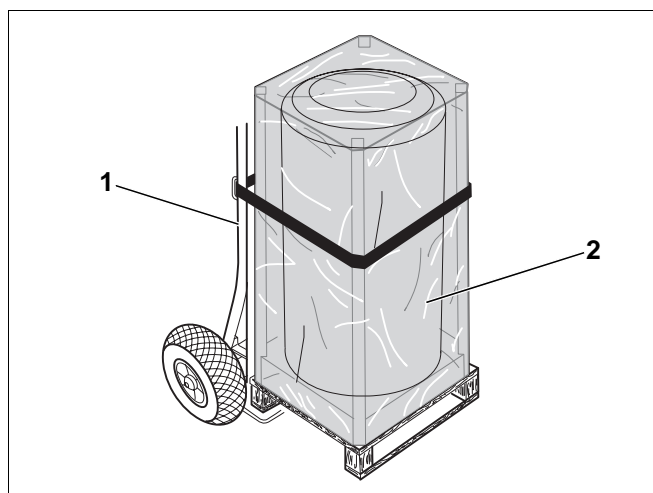

Fig. 3 Trasporto dell'accumulatore-produttore di acqua calda con il carrello per trasporto caldaie
- Posizionare il carrello per trasporto caldaie (fig. 3, **pos. 1**) sul lato posteriore dell'accumulatore di acqua calda imballato (fig. 3, **pos. 2**).